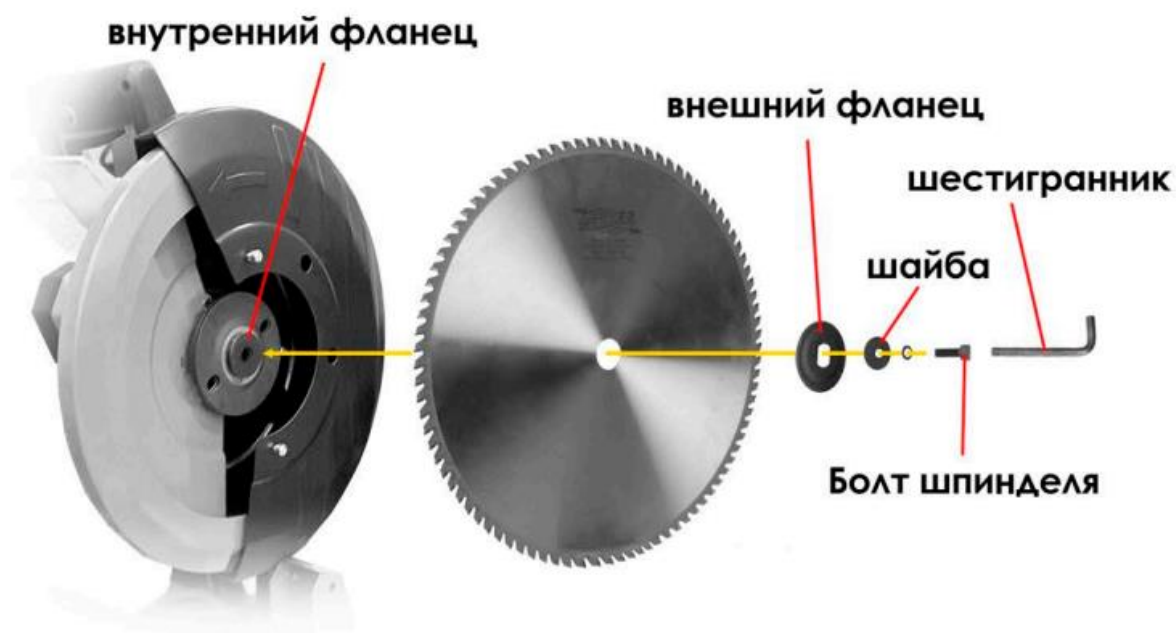

Рис. 2.1
5. Установите внешний фланец, затем шайбу и болт шпинделя (см. Рис. 2.1).